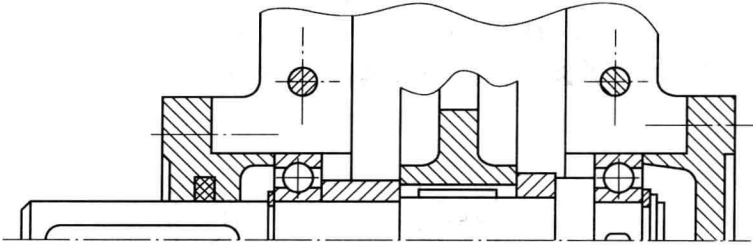

图 4
1. 有一轴系部件的结构如图 4 所示, 图中有许多错误, 请指明 10 处错误(同样错误按 1 处